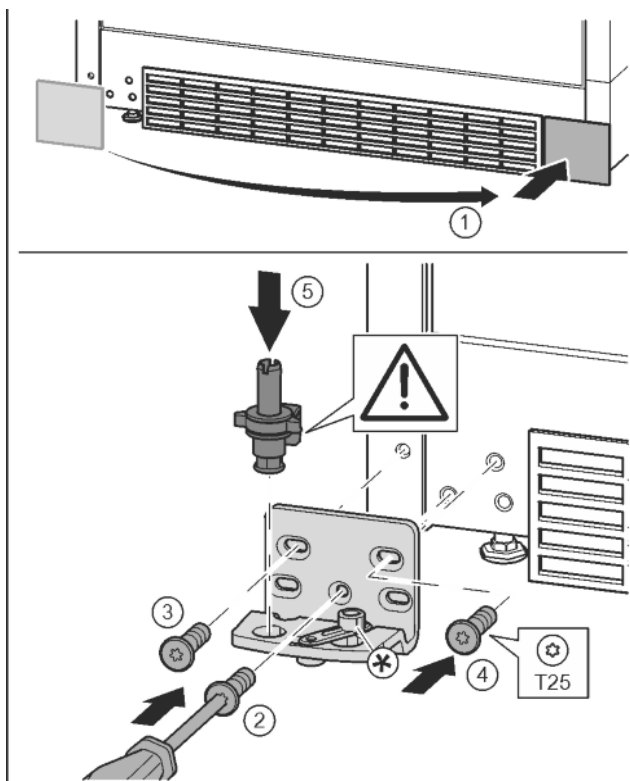

Fig. 17
- Зніміть кришку та встановіть її з іншого боку. Fig. 17 (1)
- Встановіть опорний кронштейн з іншого боку і закріпіть гвинтами за допомогою викрутки T25. Почніть із гвинта 2 знизу посередині. Fig. 17 (2)
- Закрутіть гвинти 3 та 4. Fig. 17 (3, 4)
- Вставте цілком опорний гвинт. При цьому виступ фіксатора повинен бути спрямований назад. Fig. 17 (5)